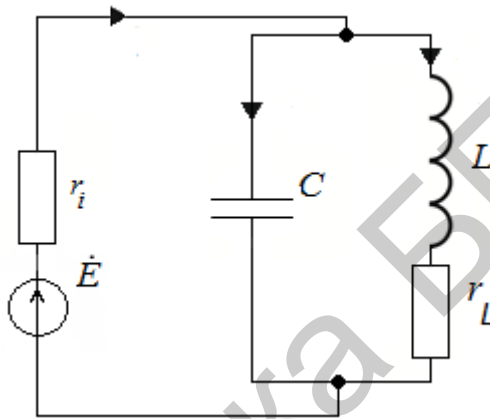

Рис. 197
3. Параллельный колебательный контур (рис. 197) настроен на частоту $f_0 = 20$ МГц, $Q = 20$, $Z_{0ЭКВ} = 10$ кОм. Определить первичные параметры контура L , C , r_L . Рассчитать полосы пропускания контура для трёх значений r_i :